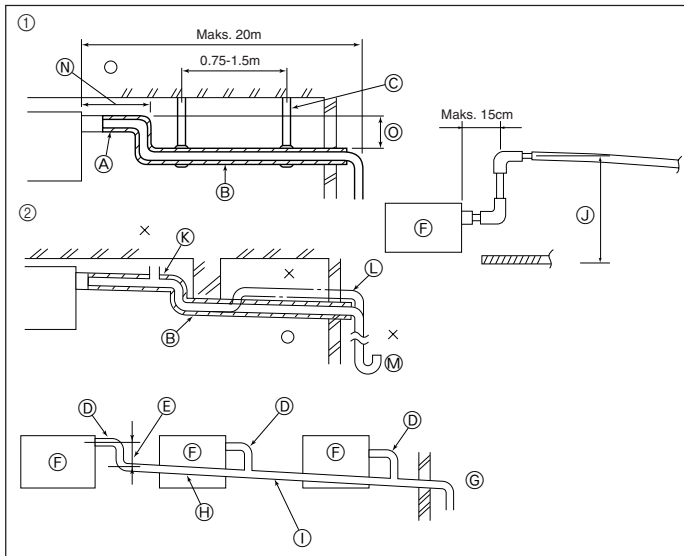

Fig. 3-4
- Her iki uçtaki boru kapağını ③ (15 - 20 mm) verilen bantlarla sıkıştırın ④.
- ① Gaz boruları
- ② Sıvı boruları
- ③ Bant ④
- ⑤ Boru kapağı ③
- ⑥ Kenarı yukarıya kıvrın.
- ⑦ Boru kapağını sac levhaya dayayın
- ⑧ Soğutucu borusu ısı yalıtım malzemesi
- ⑨ Sıkıca sarın.
- ⑩ Fazla bantı kesip atın.
3.3. Drenaj Tesisatı İşleri (Fig. 3-4)
- ① Doğru boru tesisatı
- ② Yanlış boru tesisatı
- ③ İzolasyon (9 mm veya daha fazla)
- ④ Aşağıya doğru meyil (1/100 veya daha fazla)
- ⑤ Metal destek
- ⑥ Hava boşaltma musluğu